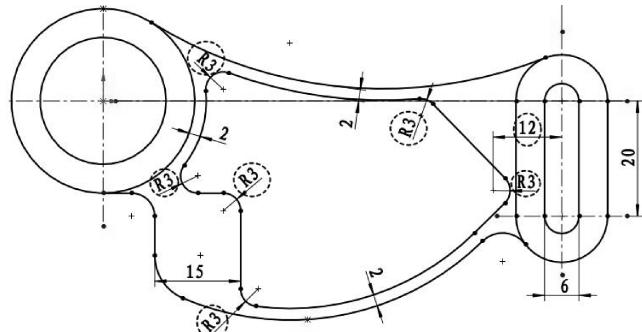

图 2-127 创建内部轮廓的圆角
- 单击【绘制圆角】按钮 $\text{C}$ ，创建内部轮廓中相同半径 (R3) 的圆角，如图 2-127 所示。